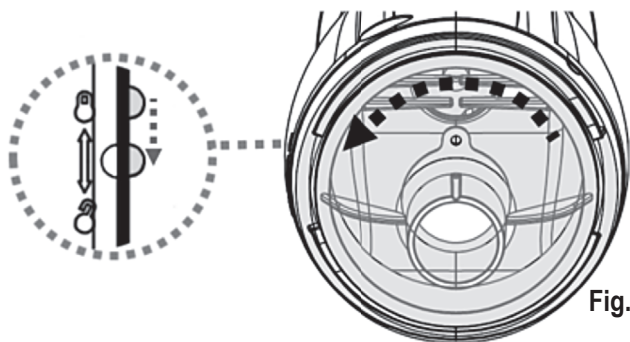

Fig.1
- 2) Tenez le corps de l'aspirateur électrique et tournez la verrière dans le sens inverse des aiguilles d'une montre jusqu'à ce que le marquage blanc sur la canopée atteigne le repère de déverrouillage. (**Fig.1**) Détachez la canopée et retirez le sac / panier filtrant de l'aspirateur électrique